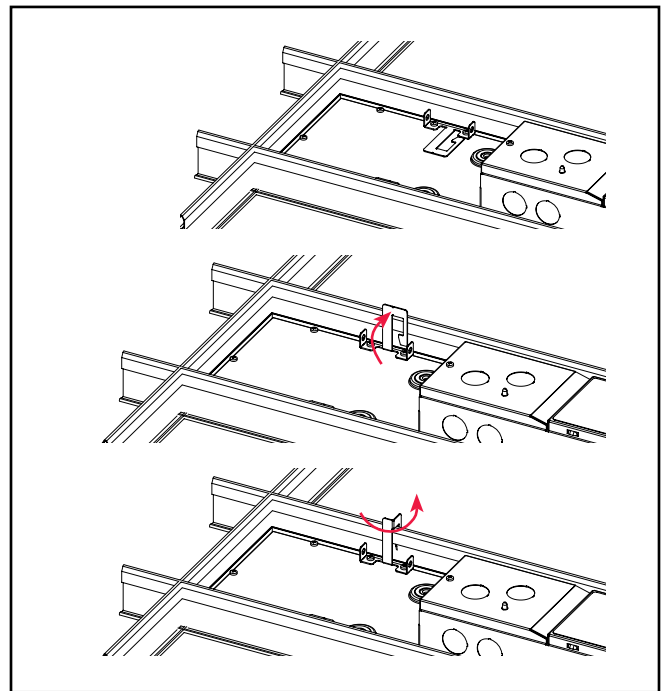

Figure 4.
- Orientez toutes les languettes à l'arrière du luminaire par-dessus la grille en T en les pliant vers le haut à 90 degrés et perpendiculaires à l'arrière du luminaire. Pliez ensuite les languettes à 90 degrés vers le cadre de la grille en T. (Figure 4.)